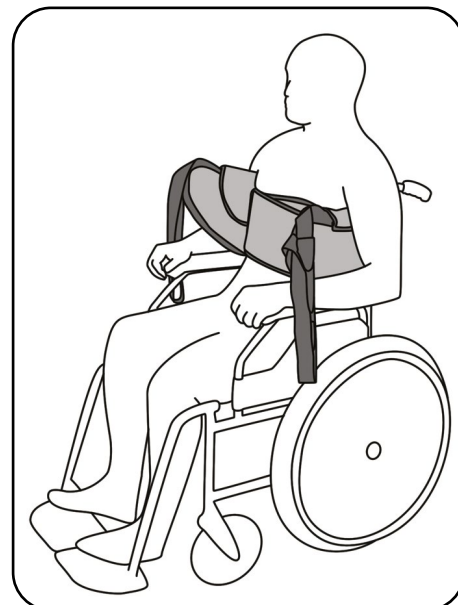

Abb. 9.2.03 – geschlossener Liftergurt hinter dem Rücken des Patienten
7. Verschließen Sie die Brustschlaufe um den Brustkorb des Patienten mit dem Klettverschluss so, dass der Liftergurt in seiner Position gesichert ist und den Patienten nicht einschnürt (Abb. 9.2.03).